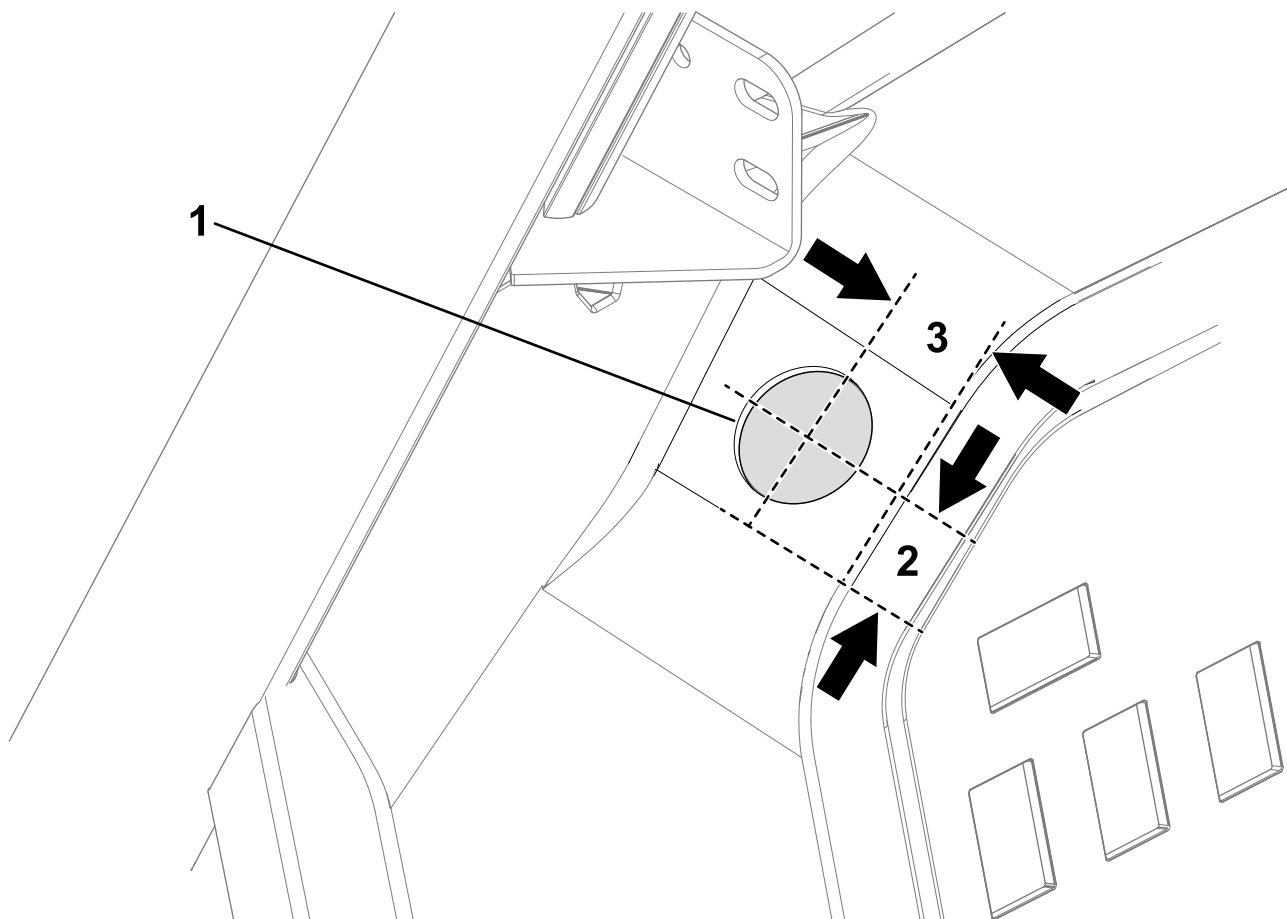

Рисунок 11
1. Используя размеры, показанные на Рисунок 11, просверлите отверстие диаметром 38 мм в приборной панели.